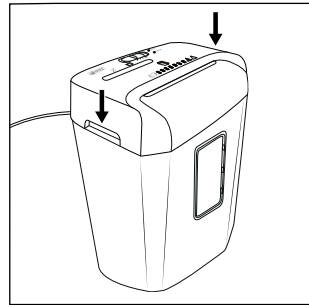

Abb. 2
- ◆ Fassen Sie den Schneidaufsatz **6** an beiden integrierten Tragemulden **8** und setzen Sie ihn so herum auf den großen Auffangbehälter **12**, dass das Netzkabel **1** nach hinten und das Sichtfenster **11** des großen Auffangbehälters **12** nach vorne zeigt (siehe Abb. 2).
- ◆ Fassen Sie den Schneidaufsatz 6 an beiden integrierten Tragmulden 8 und setzen Sie ihn so herum auf den großen Auffangbehälter 12, dass das Netzkabel 1 nach hinten und das Sichtfenster 11 des großen Auffangbehälters 12 nach vorne zeigt (siehe Abb. 2).